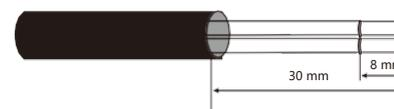

Figura 5.28
- Use um descascador de fio para desencapar a camada isolante dos cabos de comunicação até um determinado comprimento como mostra a Figura 5.28.